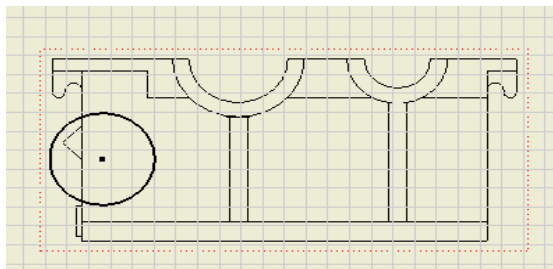

图 12-28 在草图中绘制圆形
②创建局部剖视图。油标尺安装孔在三个视图上都无法很好地表达，因此这里为其创建局部剖视图。有关创建局部剖视图的具体方法可以参照第 5 章的相关内容，这里仅介绍创建局部剖视图的步骤。
①选择主视图，单击【放置视图】标签栏【草图】面板中的【创建草图】工具按钮，建立一个草图，单击【草图】标签栏【绘图】面板的【圆】工具按钮，绘制一个如图 12-28 所示的圆形，然后单击【草图】标签上的【完成草图】工具按钮，退出草图环境，返回到工程图环境中。